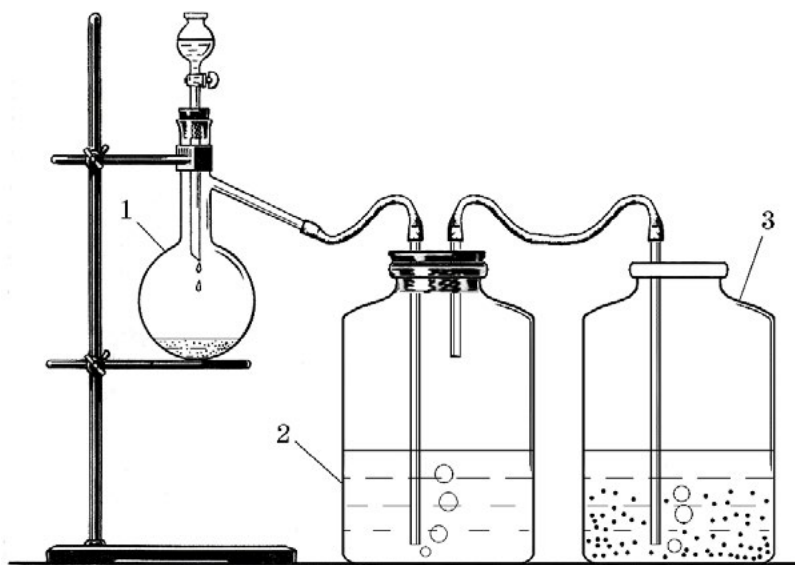

Рис. 2. Прибор для получения вещества *A*
В колбу Вюрца 1 (рис. 2) помещают кусочки твёрдого вещества Y_1 . Из капельной воронки добавляют воду. Как только вода приходит в соприкосновение с поверхностью Y_1 , тотчас начинает выделяться бесцветный газ Y_2 , который пропускают через раствор сульфата меди в банке 2 для очистки от примесей. В банку 3 предварительно наливают раствор серной кислоты и добавляют оксид ртути (II). При взаимодействии этих веществ образуется катализатор для реакции синтеза *A*. В присутствии данного катализатора газ Y_2 в банке 3 превращается в вещество *A*.